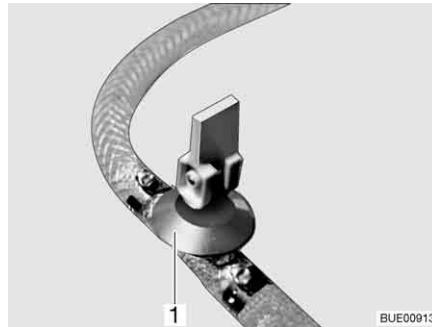
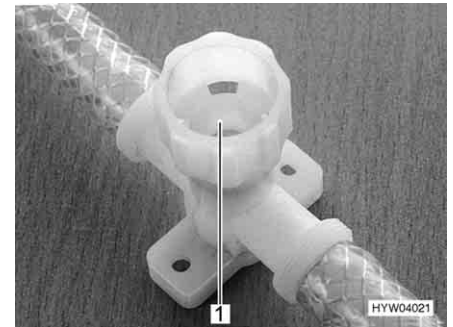

Fig. 207 Llave de desagüe (con balancín)
Fig. 208 Llave de desagüe (con tapa giratoria)
- Cerrar todas las llaves de desagüe. Para esto, poner el balancín de la llave de desagüe (Fig. 207, 1) en posición horizontal o girar la tapa de la llave de desagüe (Fig. 208, 1) en el sentido de las agujas del reloj.